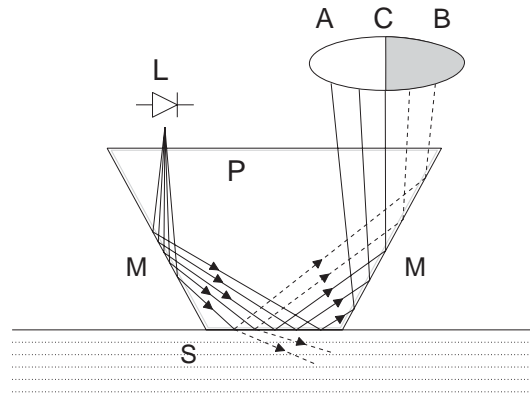

Figura 1.2 Princípio do refratômetro
O sensores de medição de concentração em processos da K-Patents determina o índice de refração n_D da média de processo. Mede o ângulo crítico de refração usando uma luz amarelo de um LED como fonte luminosa com o mesmo comprimento de onda (580 nm) da linha D de sódio (conseqüentemente o n_D). A luz proveniente da fonte luminosa (L) na Figura 1.2 é dirigida à interface entre o prisma (P) e a média de processo (S). As duas superfícies do prisma (M) agem como espelhos dobrando os raios de luz de forma que eles se encontrem na interface (prisma/média) a ângulos diferentes.